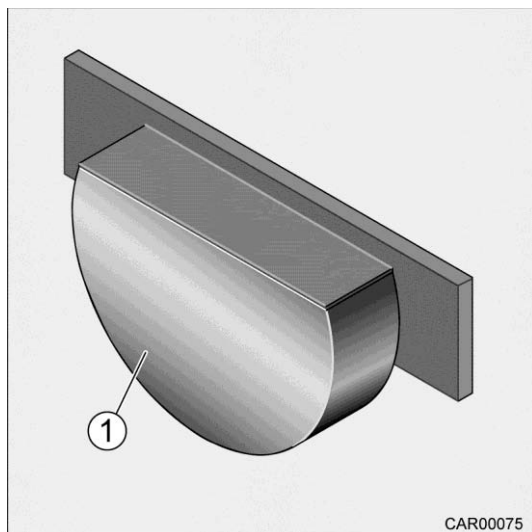

Fig. 188 Lampe avec une alimentation 12 V
1. Enlever le cache (Fig. 188/1).